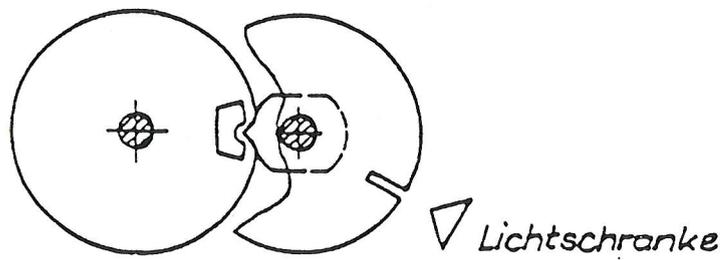

Bild 5.3 Mechanischer Anschlag
- Schrittmotor mit Ritzel gemäß Bild 5.3 einsetzen, gleichzeitig ist die Steuerscheibe 1 zu montieren.